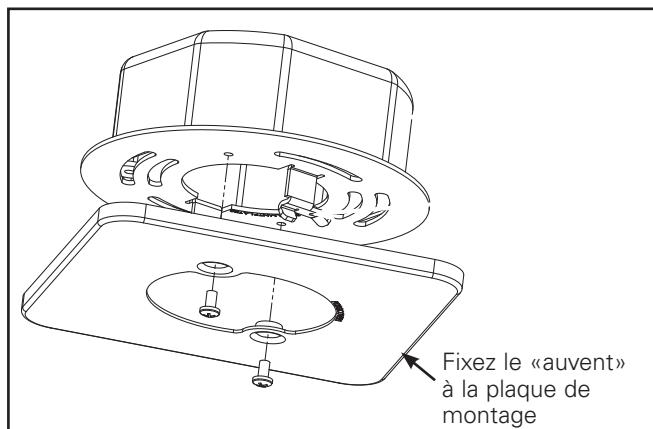

Figure 2.
2. Installer le «auvent» à l'aide des vis fournies sur le support (Voir figure 2).